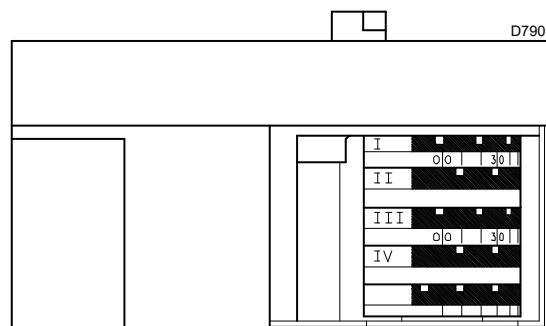
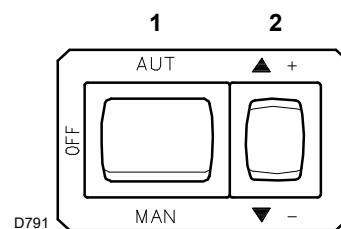
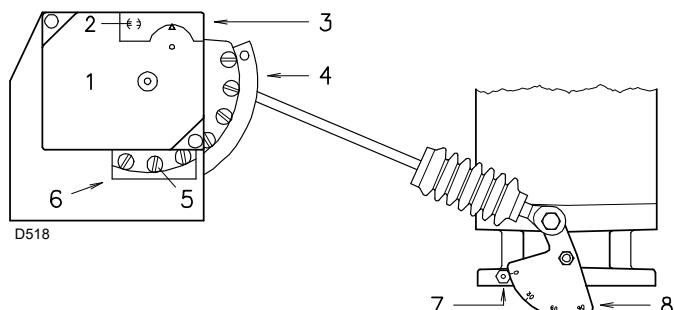

Fig. 28
Fig. 29
Fig. 31
El servomotor (Fig. 28) regula simultáneamente el registro del aire mediante la leva de perfil variable y la válvula de mariposa del gas.
Cerrar los termostatos y poner el interruptor 1)(Fig. 29) en la posición "MAN".
Presionar el pulsador 2)(Fig. 29 en la pág. 23) "disminución de potencia" (▼ -) y mantenerlo presionado hasta que el servomotor haya cerrado el registro de aire y la válvula de mariposa del gas a 20° (regulación hecha en fábrica).
- Si es necesario disminuirlo, reducir un poco el ángulo de la leva III (Fig. 28 en la pág. 23) mediante desplazamientos cortos consecutivos, es decir, pasando del ángulo de 20° a 18° - 16°... .
- Si es necesario aumentarlo, presionar un poco el pulsador 2)(Fig. 29 en la pág. 23) "aumento de potencia" (▲ +) (abrir 10-15° la válvula de mariposa del gas), aumentar el ángulo de la leva III (Fig. 28 en la pág. 23) con desplazamientos cortos consecutivos, es decir, pasando del ángulo de 20° a 22° - 24°... .
Variar progresivamente el perfil inicial de la leva 4)(Fig. 31) girando los tornillos de la leva que aparecen en el interior de la abertura 6). Si es posible, no girar el primer tornillo, dado que es el que se utiliza para cerrar completamente el registro del aire.
Leyenda (Fig. 31)
En la descripción anterior el quemador quedó encendido, funcionando a la potencia MÍN. Presionar ahora el pulsador 2)(Fig. 29 en la pág. 23) "aumento de potencia" (▲ +) y mantenerlo apretado hasta que el servomotor haya abierto el registro del aire y la válvula de mariposa del gas a 90°.
Variar progresivamente el perfil final de la leva 4)(Fig. 31) girando los tornillos de la leva que aparecen en el interior de la abertura 6).
Presionar un poco el pulsador 2)(Fig. 29 en la pág. 23) "aumento de potencia" ($\blacktriangle +$) de manera que un nuevo tornillo 5)(Fig. 31) aparezca en el interior de la abertura 6)(Fig. 31), regular hasta obtener una óptima combustión. Proceder del mismo modo con los demás tornillos.
Apagar el quemador con el interruptor 1)(Fig. 29 en la pág. 23), posición OFF, desbloquear la leva de perfil variable, situando en posición vertical la ranura 2)(Fig. 31) desde el servomotor y, haciendo girar a mano varias veces la leva hacia adelante y atrás, verificar que el movimiento sea suave y sin atascos.